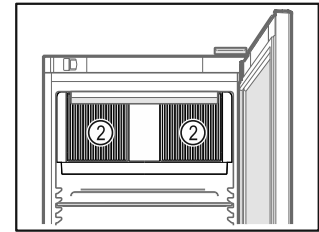

Fig. 58
- Odstąpić szczeliny wentylacyjne Fig. 58 (2) dmuchawy wewnątrz urządzenia.